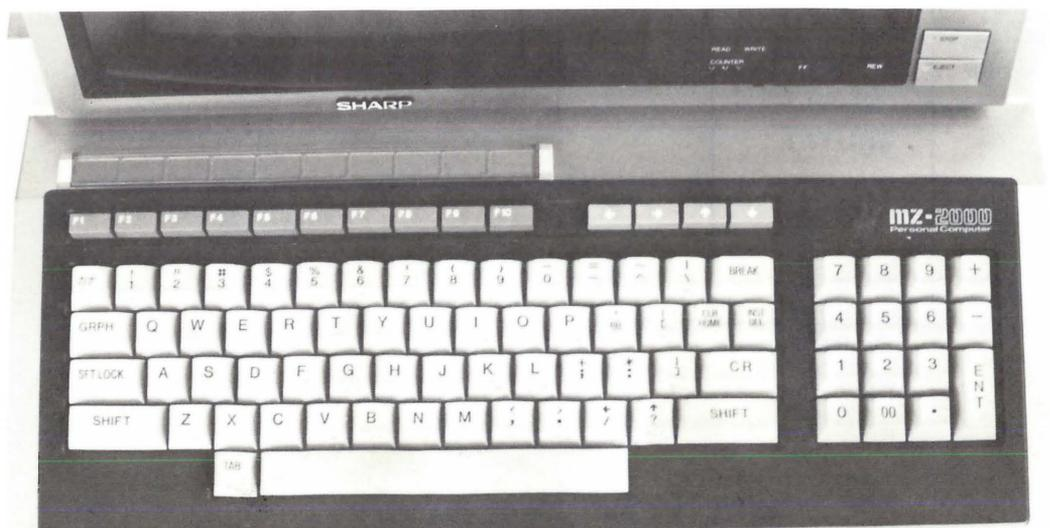

図 1-3 MZ-2000のコンソール
■ 図1-3に、MZ-2000のコンソール（操作卓）を示しています。タイプライタ型メインキーボードを中心にして、その右側に数値入力キー、上部に10個のデファイナブルファンクションキー、左右上下の矢印がついたカーソルコントロールキーがそれぞれグループ分けして配置されています。また、カセットテープコントロールキーは前面パネルに配置されています。